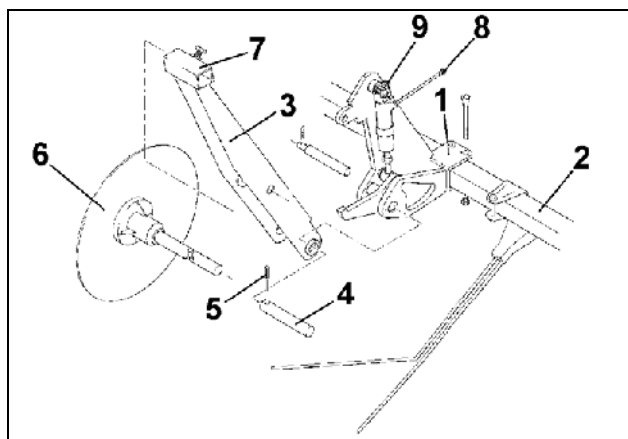

Fig. 33
- Fest to påbyggingsholdere (Fig. 33/1) på langfingerharven
- Fest sporskiveholderne (Fig. 33/3) med bolt (Fig. 33/4) og sikre med spennstift (Fig. 33/5)
- Sett sporskivene (Fig. 33/6) i sporskiveholderne (Fig. 33/3) og klem de fast med skt.-skruer (Fig. 33/7)
- Koble til hydraulikkslanger (Fig. 33/8) på begge hydraulikksylindrene (Fig. 33/9) og koble de sammen med hydraulikksylinderen til kjøresporskyverne i fordelerhodet på elektro-hydrauliske ventilen